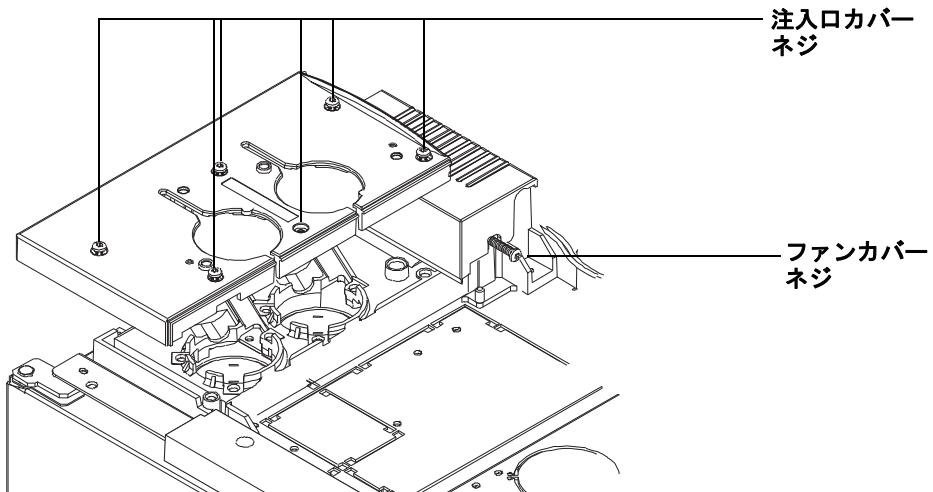

図2 注入ポート上部カバーと注入口ファンカバーを取り外す
- 1 ファンカバーの右側にある T-20 トルクスネジを緩めます。ネジの場所については、42 ページの図 2 を参照してください。
1 カバーの上部にある6本のT-20トルクスネジを完全に緩めます(図2)。